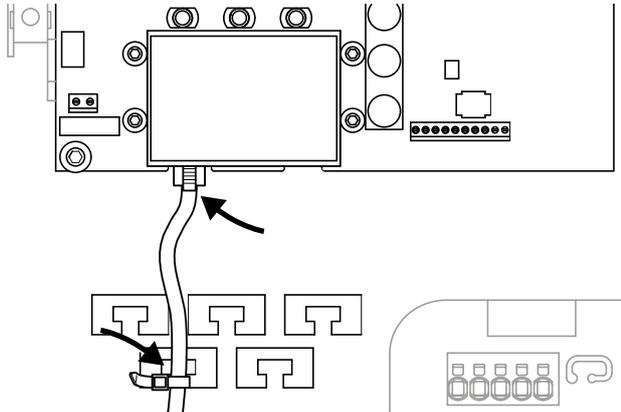

Abb. 35: Kabel auf der Kabelauflage befestigen
1. Alle Kabel mit einem Kabelbinder fachgerecht auf der Kabelauflage befestigen.  **Abb. 35**